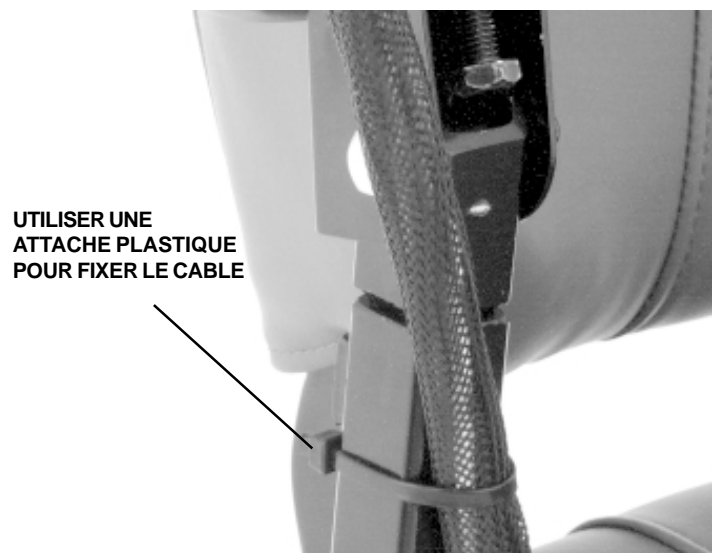

Figure 15. Installation de la manette de commande
2. Coupez l'attache de plastique qui retient le câble à l'accoudoir. Voir la figure 15.
8. Rebranchez le harnais électrique dans son réceptacle à l'arrière et fixez-le à l'accoudoir à l'aide d'une attache de plastique. Voir la figure 15.